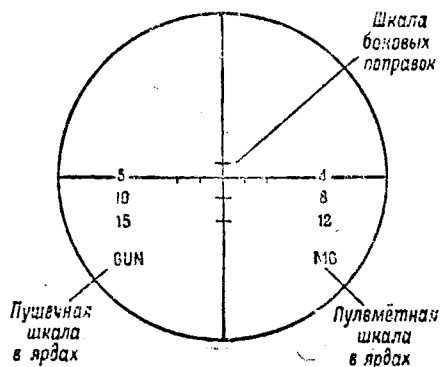

Рис. 14. Схема расположения шкал в поле зрения телескопического прицела «RL» (канадского)
7. Если прицел выверен относительно пушки правильно, то верхний горизонтальный штрих шкалы (рис. 14, 16) и вертикальная нить перекрестия, находящаяся в поле зрения прицела, должны совместиться с точкой наводки.